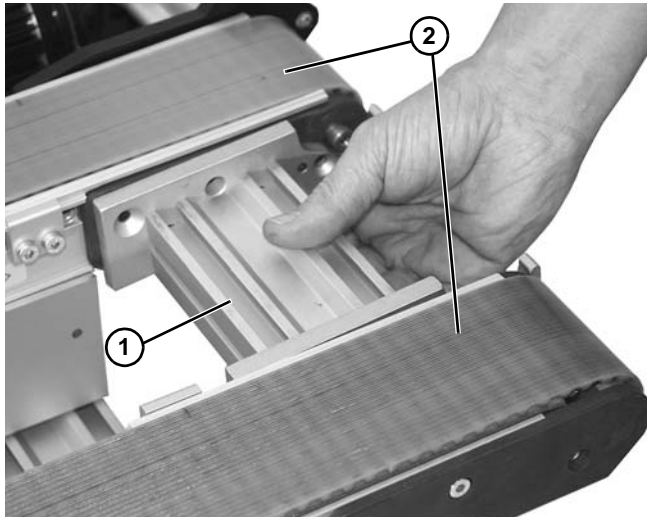

Figura 25
1. Instale el tubo de amarre (**Figura 25, artículo 1**) entre las bandas del transportador (**Figura 25, artículo 2**).